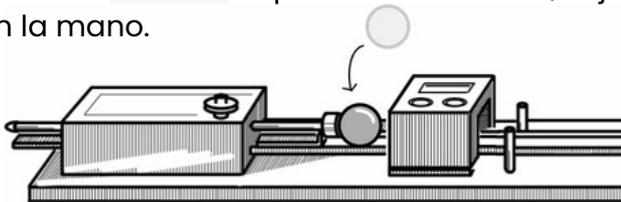

Fig.7
2. Coloca la bola frente a la cabeza LR (ver Fig. 7).